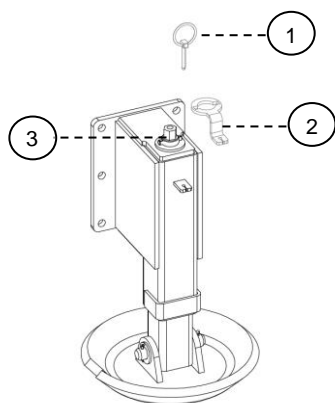
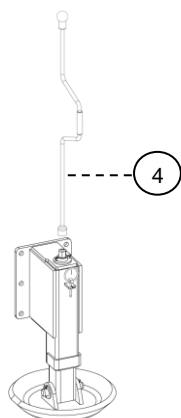
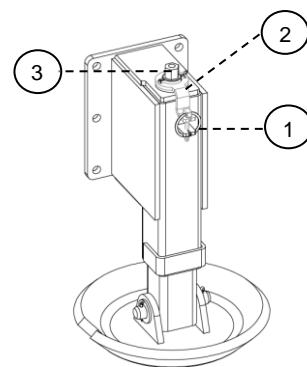

Abb. 8
Abb. 9
Abb. 10
Der VPX-Keilpflug ist mit zwei Stütztellern ausgestattet, die mittels einer Kurbel (Größe NV19) in die gewünschte Position gebracht werden können. Bauen Sie vor dem Einstellen der Höhe den Ringsplint (1) und das Schließblech (2) von der Einstellschraube (3) ab – siehe Abb. 8. Verstellen Sie die Höhe mithilfe der Kurbel (4) $360^\circ = 5 \text{ mm}$ – siehe Abb. 9. Bringen Sie nach dem Einstellen der Höhe das Schließblech (2) und den Sicherungssplint (1) wieder an, um die Einstellschraube (3) zu fixieren – siehe Abb. 10.